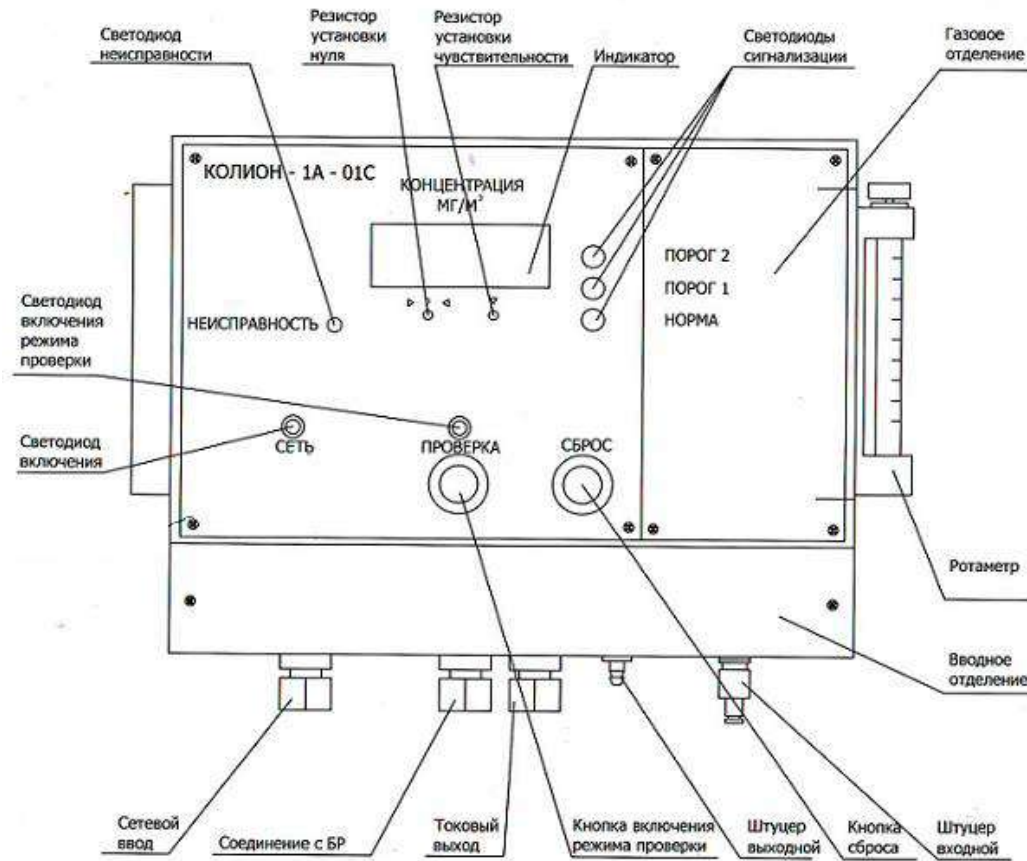

Рис. 3. Фронтальный вид БИ газоанализатора
- снимите крышку вводного отделения (см. рис. 3);